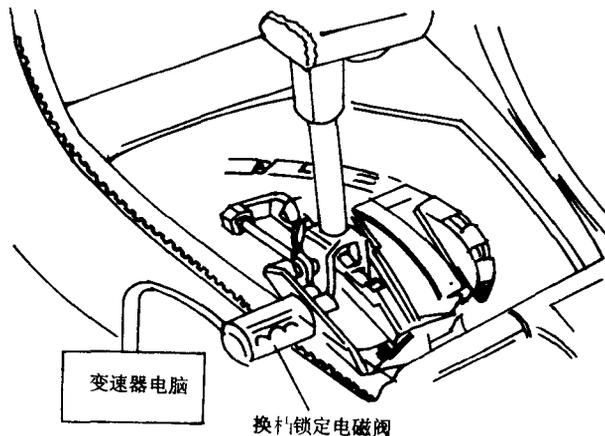

图 1-38 换档锁定电磁阀的位置
(1)检查换档锁定电磁阀（如图 1-38 所示），电阻值正常。